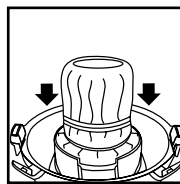

FIGURE 19
31. Puis glisser la bague de fixation par-dessus le filtre jusqu'à ce qu'elle repose contre les nervures de la cage du couvercle. **FIGURE 19.** Pour aspirer des déchets secs, le filtre sec réutilisable doit toujours être posé par-dessus le filtre en mousse.